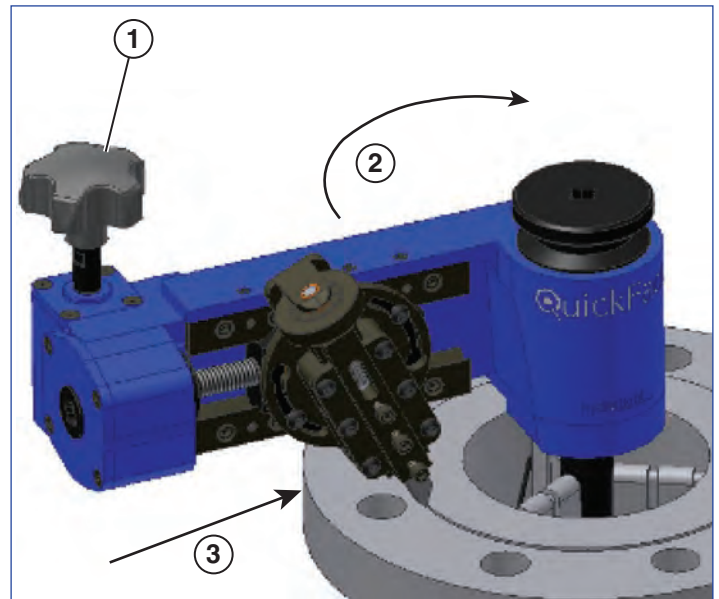

图 14
7. 用手掌牢牢抓住进给旋钮。在用手抓紧的情况下，绕着工件顺时针方向拉动 QuickFace (见图 14)。确保在切割路径中没有宽松的衣物或其它障碍物，或者确保在 QuickFace 的操作参数以内。如果切割需要的扭矩超过所需扭矩，则使用深度调节旋钮使刀头退出切割。如果无法绕着工件轻松拉动物器，则停止操作，然后重新调节切割深度。